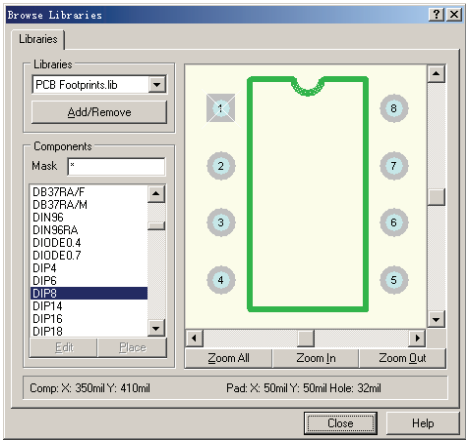

图 6-31 “Browse Libraries” 对话框
- Footprint: 用来输入封装，即装载相应封装。也可以单击 “Browse” 按钮，系统将弹出如图 6-31 所示的 “Browse Libraries” 对话框，可以通过该对话框选择所需要放置的封装。